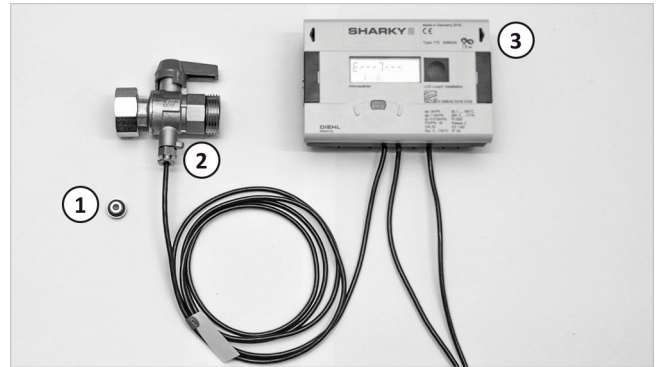

Abb. 2: Tauchsensormontiert
3. Den Kugelhahn mit Tauchsensormontieren → Abb. 2 (2) leicht schräg einbauen, Flachdichtungen nicht vergessen.